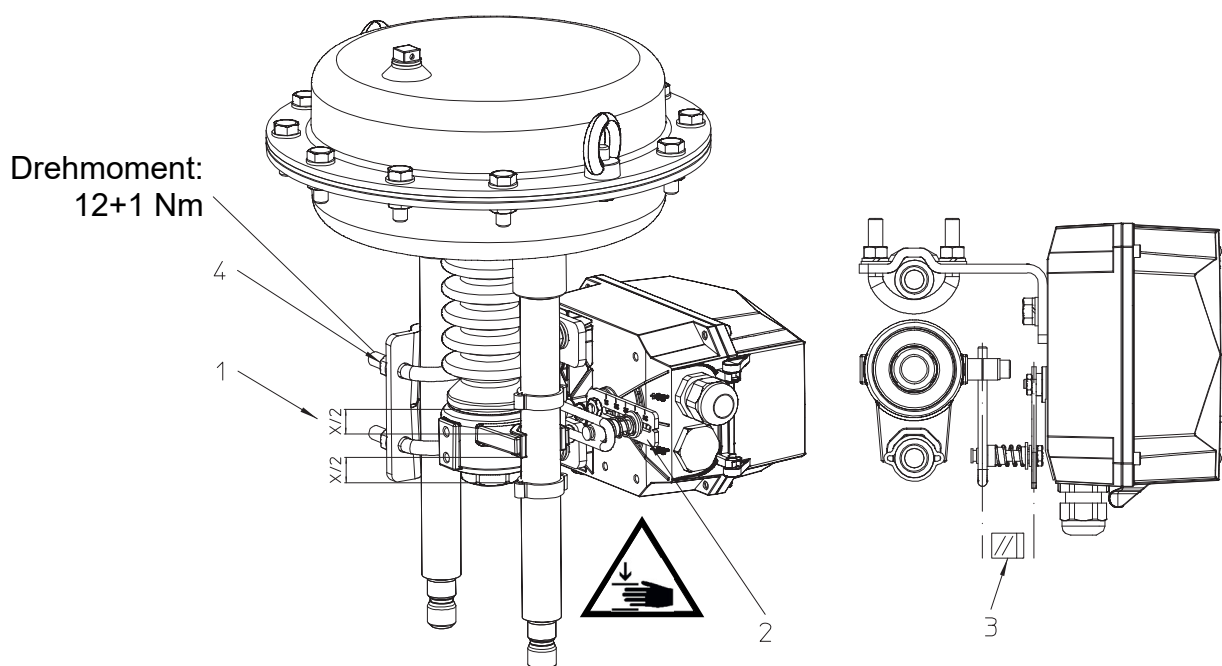

Bild 19: Ausrichtung Stellungsregler
- Überprüfen, ob der Stellungsregler parallel zu den beiden Säulen vom Antrieb steht. Siehe „Bild 19 : Ausrichtung Stellungsregler“.